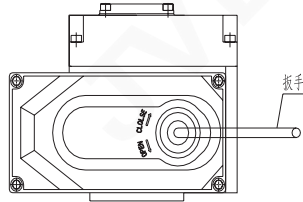

图8
10.1 手动操作（图8）进行手动操作时，必须先把电源切断；摘下减速盖的橡胶帽，将附带的手柄插入六角孔内；将手动手柄按顺时针方向转动使开度减少。